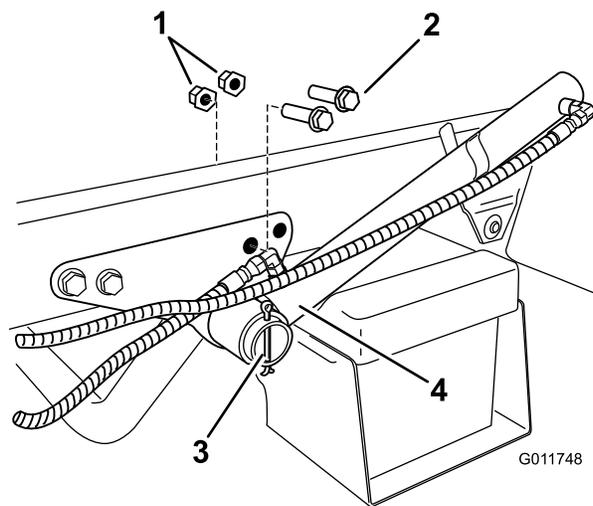

Bild 17
- Nehmen Sie die beiden hinteren Schrauben und Bundmuttern an der Hubzylinderhalterung ab (Bild 17). Bewahren Sie die Befestigungsteile für eine spätere Verwendung auf.